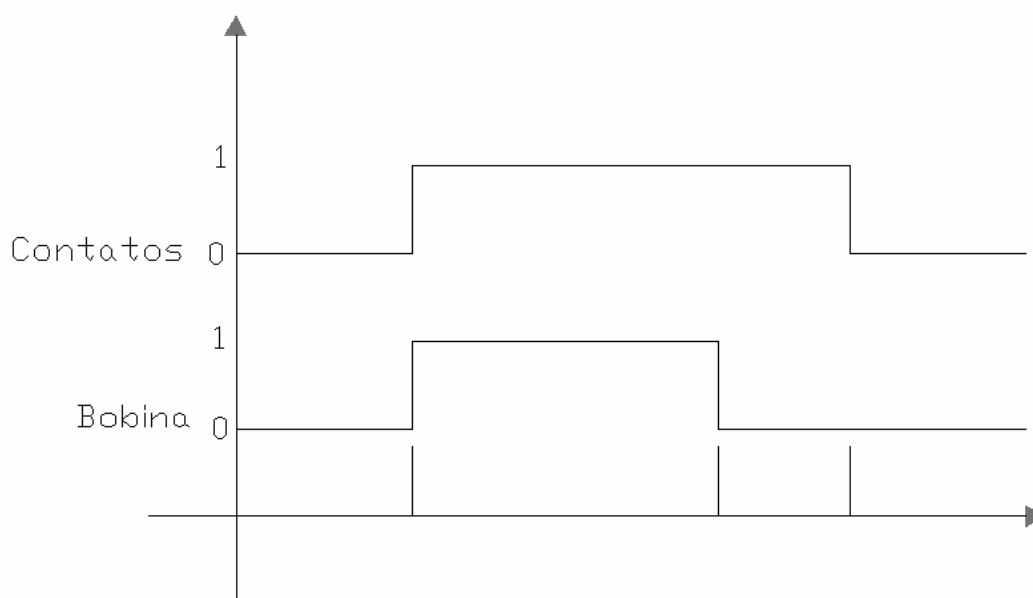

fig. 10 – Funcionamento to temporizador com retardo na desativação.
**Temporizadores com retardo na desativação** – são aqueles que quando energizados alteram imediatamente os estados de suas saídas e quando desenergizados permanecem com as suas saídas ativadas durante o tempo regulado (fig 10). São 256 temporizadores com retardo na desativação designados por numeração decimal precedida das letras TOFF (T de timer e OFF do inglês desliga) que vão de TOFF0 a TOFF255